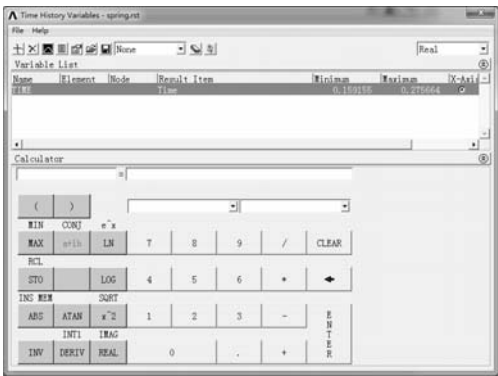

图 7-160 “Time History Variables”对话框
1) 选择“Main Menu>TimeHist Postpro”命令，弹出“Time History Variables”对话框，如图 7-160 所示。